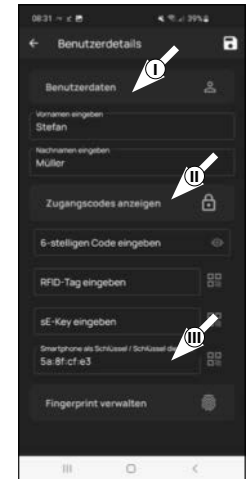

Abb. 3
- Sie gelangen in eine Übersicht mit den Benutzerdaten. Sofern Sie einen neuen Benutzer angelegt haben, geben Sie bitte zunächst den Vor- und Nachnamen des Benutzers ein (I) (Abb. 3).
In diesem Absatz können Sie dem Benutzer gewünschte Öffnungsmedien hinterlegen (II) (Abb. 3). Dem Benutzerprofil des Administrators wurde automatisch die Schlossöffnung per Smartphone hinterlegt (III) (Abb. 3).